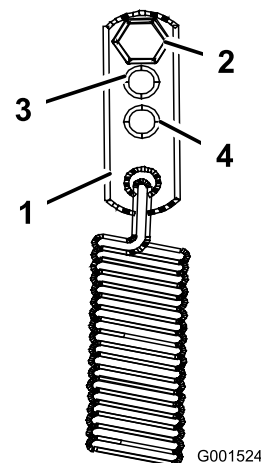

Figure 39
3. Pour des conditions de conduite plus difficiles, déplacez les ancrages de ressort aux positions service moyen ou service lourd (Figure 39).